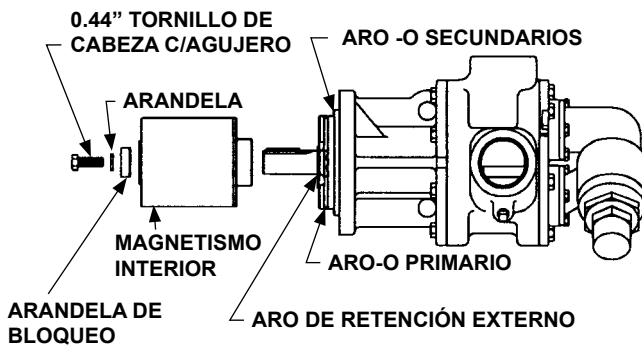

FIGURA 11
4. Inserte una barra de cobre por el puerto entre los dientes del rotor y afloje los tornillos que sujetan el imán interior al eje (Ver Figura 11). No se olvide que se trata de un magnetismo muy fuerte. Si es necesario desmontar la bomba, retire el anillo de retención externo.